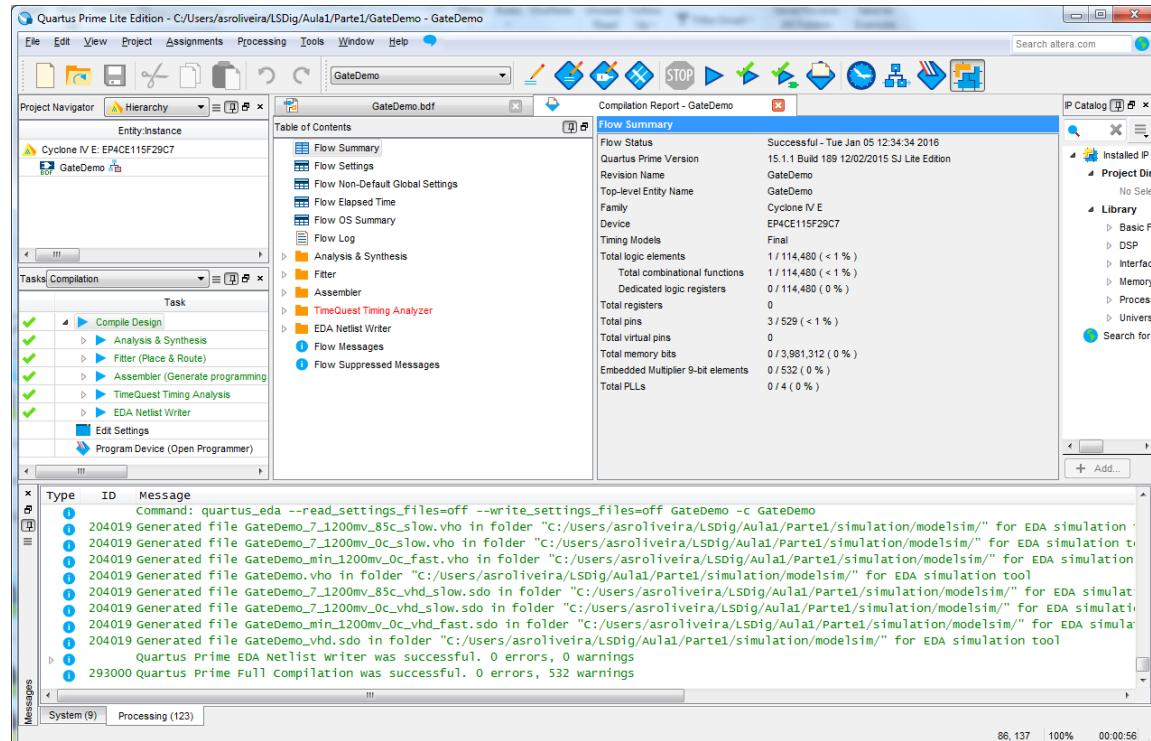

Figura 24 – “*Quartus Prime*” IDE após compilação (implementação) completa do projeto.
**16.** Efetue a síntese e implementação do projeto através do comando “*Compile Design*”. No final da compilação o IDE deve apresentar o aspeto da Figura 24.